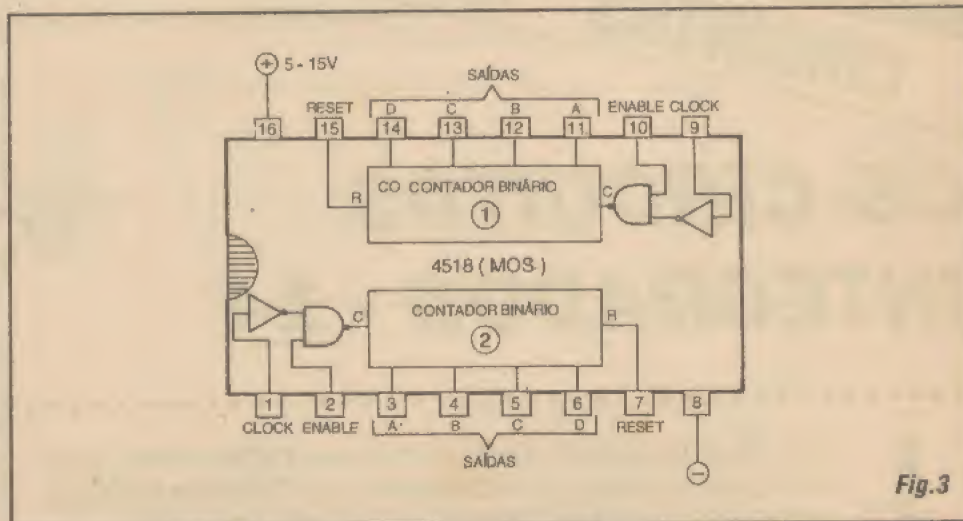

Fig.3
- FIG. 3 - ENFIANDO AINDA MAIS BLOCOS CONTADORES, DENTRO DOS INTEGRADOS... - A intensa busca da miniaturização nunca cessa, a nível industrial, e assim, tecnologias foram desenvolvidas (e ainda o são...) no sentido de *enfiar* cada vez mais blocos e *coisas dentro* dos integrados digitais...! Um exemplo típico (e que o leitor/aluno seguramente usará, na prática, em futuras *lições* ou mesmo em montagens de projetos detalhados em **APRENDENDO & PRATICANDO ELETRÔNICA...**) está no mostrado representante da família digital C.MOS, integrado 4518, que contém, numa única *embalagem* de 16 pinos, nada menos que *dois* contadores binários de 4 dígitos cada, completos, cada um desses blocos com suas respectivas entradas de *clock*, terminais de